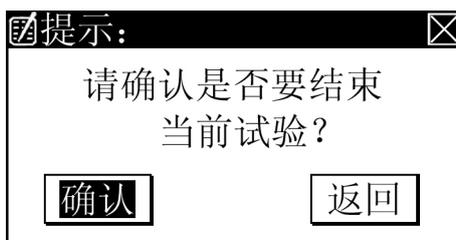

图 7.5
2) 将光标移到“停止”按钮，按“确认”键出现对话框如图 7.5